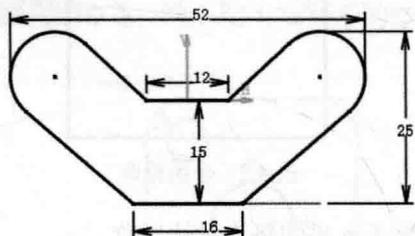

图 3.7 添加水平约束
Step7. 添加图 3.7 所示的水平约束。选择下拉菜单 **插入** → **约束** → **约束创建** → **约束** 命令；标注图中的各水平尺寸。